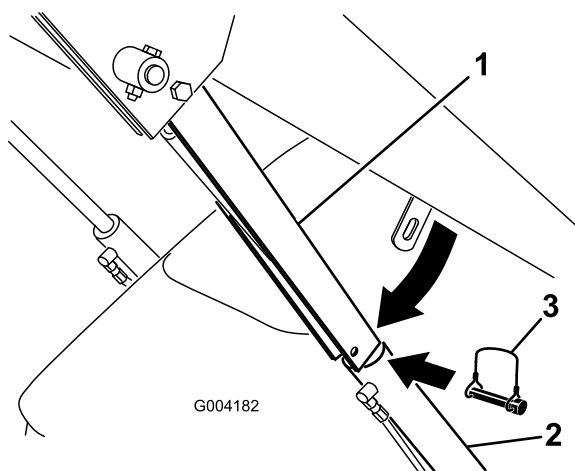

Рисунок 24
4. Извлеките шплинт, который крепит замок гидроцилиндра к кронштейну погрузчика (Рисунок 24).
5. Опустите замок гидроцилиндра на шток гидроцилиндра и закрепите его при помощи шплинта (Рисунок 24).